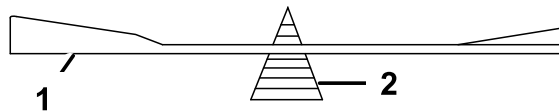

Figure 49
- Vérifiez l'équilibre de la lame en la plaçant sur un équilibreur (Figure 49).